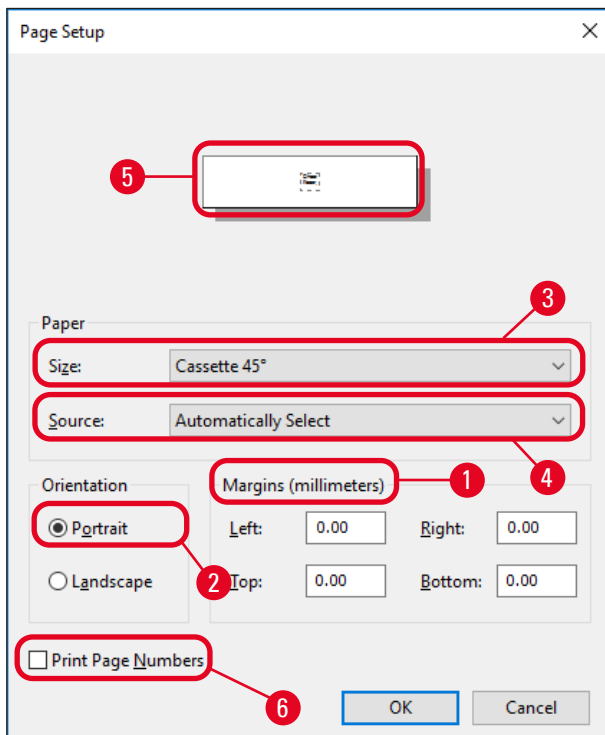

Fig. 46
3. Commencer par sélectionner les réglages de page : Cliquer sur **File** > **Page Setup** (Configuration de page) pour ouvrir la boîte de dialogue **Page Setup** (→ "Fig. 46").